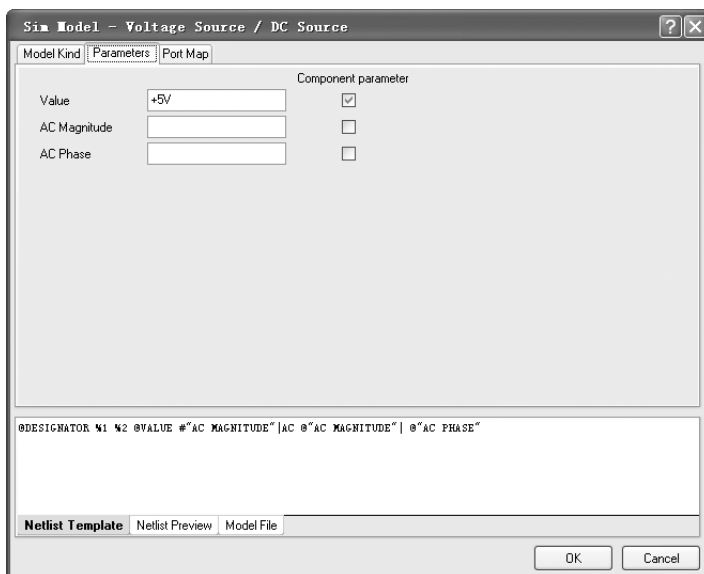

图 12-40 直流电压源仿真参数设置
- 2) 双击放置好的直流电压源，打开属性设置对话框，将它的标号设置为 V1，然后双击“Models”（模型）栏中的“Simulation”（仿真）项，打开仿真属性设置对话框，在“Parameters”（参数）选项卡中设置仿真参数，将“Value”（值）设置为 +5V，如图 12-40 所示。